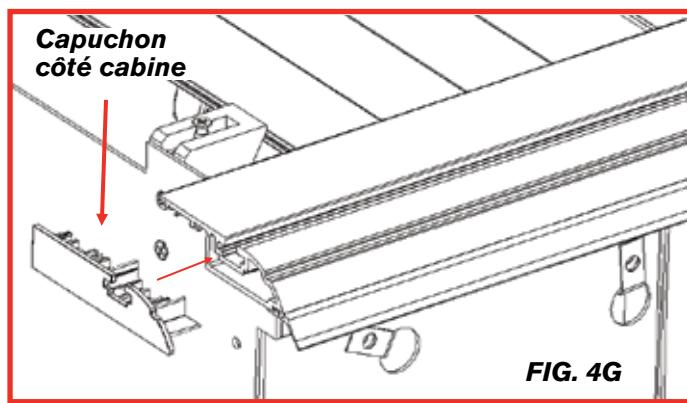
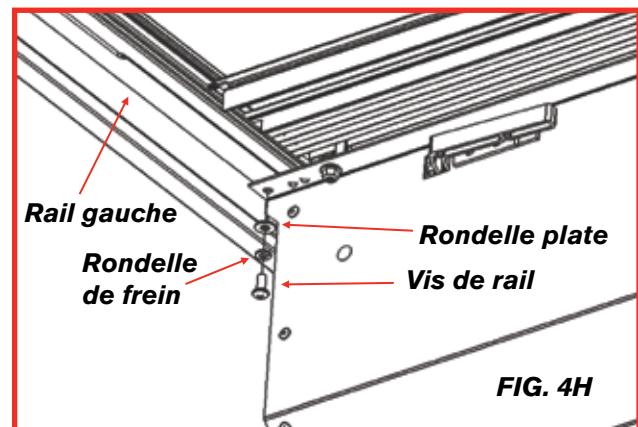

FIG. 4G
FIG. 4H
- Engager la nervure de tête dans la gorge du rail, puis faire glisser celui-ci vers le butoir arrière du caisson (Fig. 4E et 4F). Si la nervure de tête entre difficilement dans la gorge, lever délicatement celle-ci de la main gauche tout en poussant le rail de la main droite. Encastrer les capuchons à l'avant des rails, du côté de la cabine (Fig. 4G). Visser ensuite chaque rail au caisson (vis, rondelle plate et rondelle de frein fournies, Fig. 4H).